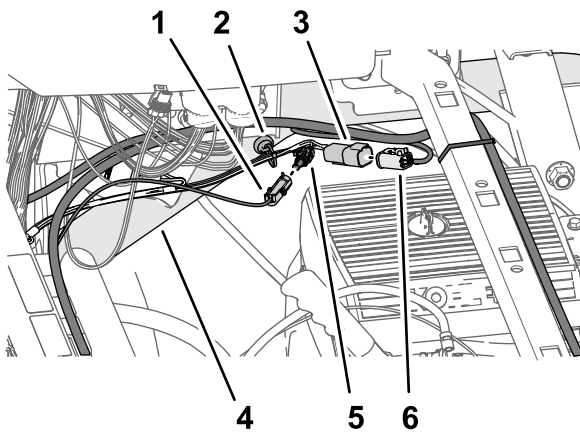

Figura 202
4. Conecte el conector de 4 pines de la rama de 66 cm del arnés de cables del kit marcado ASC 10 PWR & CAN FROM X30 al conector hembra de 4 vías del arnés de datos marcado CAN 2/ASC10 BUS (Figura 202).